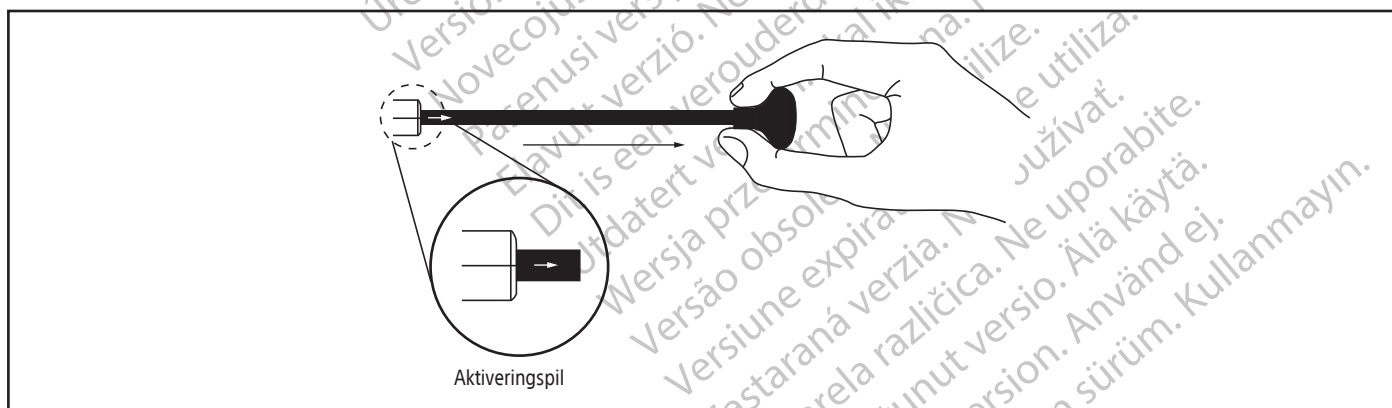

Bild 6. På långa stentar (150 mm) måste utvidgningen slutföras genom att draggreppet dras tillbaka när den vita aktiveringspilen syns.
2. Fortsätt rulla på tumhjulet tills mellanskaftets röntgentäta markörband [5] passerar de proximala röntgentäta markörerna på stenten, vilket resulterar i fullständig utvidgning, eller tills aktiveringspilen syns på draggreppets förlängningsskaft (för 150 mm-stent), vilket indikerar att aktivering med draggreppet krävs för att slutföra stentutvidgningen (bild 6). Långa stentar (150 mm) kan inte utvidgas fullständigt enbart med hjälp av tumhjulet.